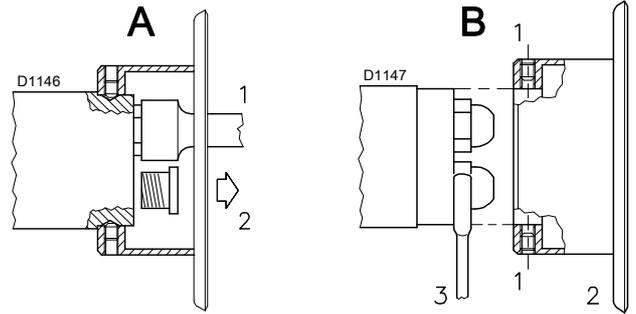

图 16
- 在移除塑料塞 2) (A 图 16) 后，将套筒扳手 1) (A 图 16) (16mm) 穿过稳焰盘的中心开口，安装两个喷嘴。或者拆下螺丝 1) (B 图 16)，取下稳焰盘 2) (B 图 16)，然后用扳手 3) (B 图 16) 更换喷嘴。